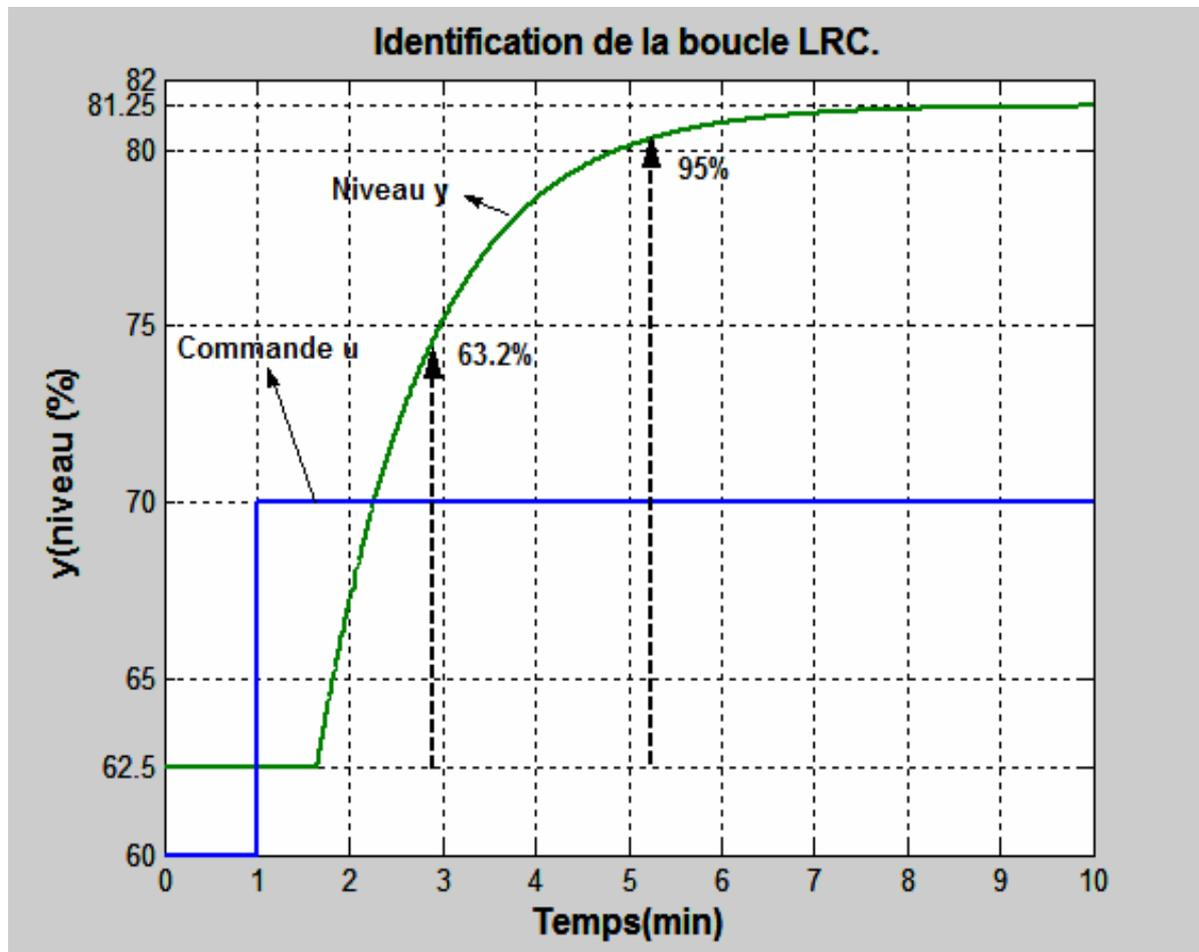

Figure 2 : Réponse du niveau Pied colonne suite à un échelon de commande u
7- Pour la boucle de régulation de niveau (LC), la réponse de la grandeur réglée en boucle ouverte a été représentée sur la figure 2. On désigne par  $y(t)$  et  $u(t)$  respectivement la mesure de la grandeur réglée et de la commande en % (Figure 1). Déterminer graphiquement les paramètres  $K$ ,  $\tau$  et  $T$  de la fonction